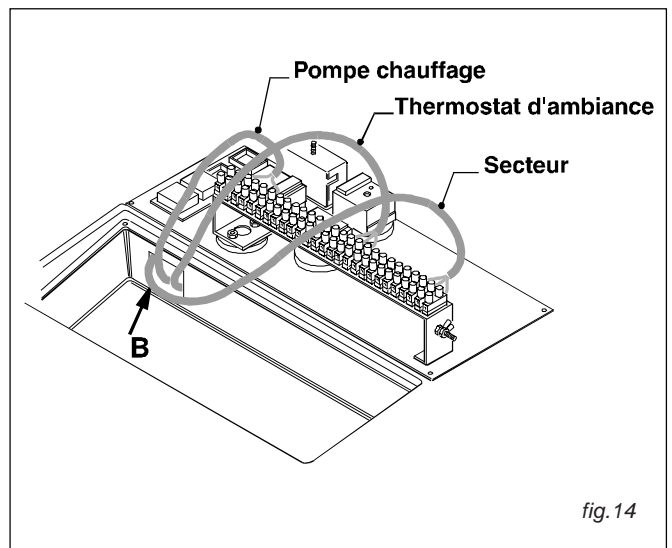
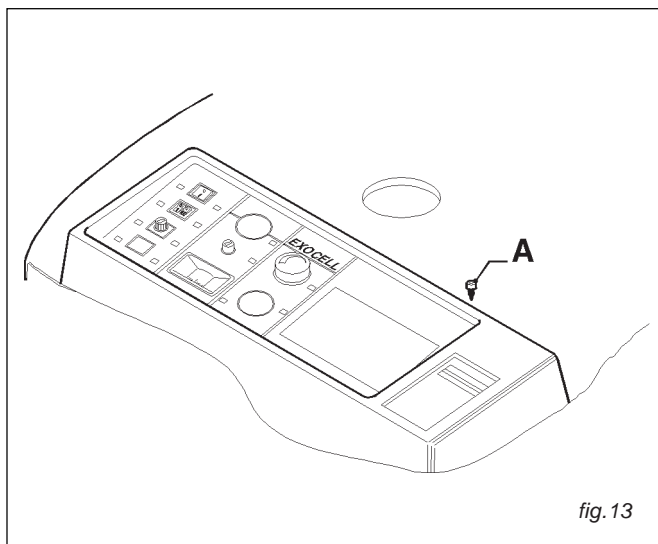

fig. 14
fig. 13
- 2) Enlever les 4 vis cruciformes (Ref.A) de fixation du tableau de commande et le retourner face au couvercle en plastique de la chaudière (voir Fig. 13 et Fig. 14).
- 3) Faire passer les câbles d'alimentation 230V - 50Hz, de la pompe chauffage et de l'éventuel thermostat d'ambiance, dans la goulotte prévue à cet effet (Rep. B) située sur l'arrière de la chaudière EXOCELL (voir Fig.14).
- 5) Remettre en place le tableau de commande et le fixer au moyen des vis cruciformes (Rep.A) prévues à cet effet (voir Fig.13).